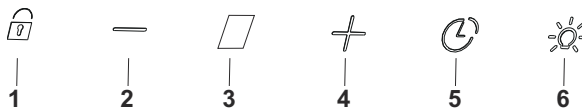

Fig. 16
4. ▶ Hvis der bliver trykket på knappen  (Fig. 16/5) på et tilfældig niveau, vil eftersugsfunktionen aktiveres. Så snart timeren begynder at tælle ned, vil aktuelle hastigheds tal på det digitale display begynde at blinke. Efter 15 minutter vil alle funktioner, der blev aktiveret før timeren blive lukket ned. Hvis der trykkes på  medens funktionen er aktiv, vil funktionen deaktiveres.
5. ▶ Når der indikeres  på den digitale skærm, skal metal fedtfilteret renses (Fig. 16/3). For at slette beskeden skal du gøre følgende: